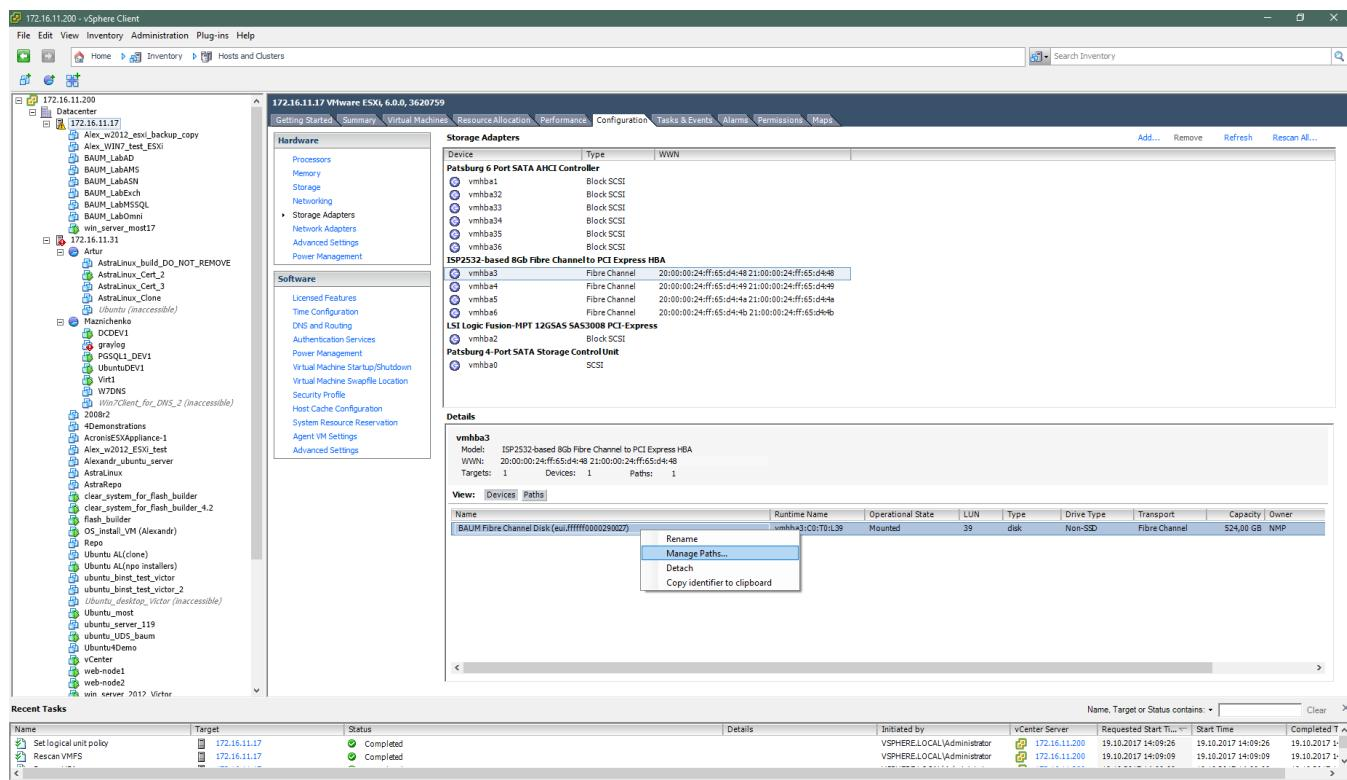

Рисунок 103 – FC Configuration
- 4) Нажать на правую клавишу мыши на девайсе и выбрать «Manage Paths...» (см. Рисунок 103)